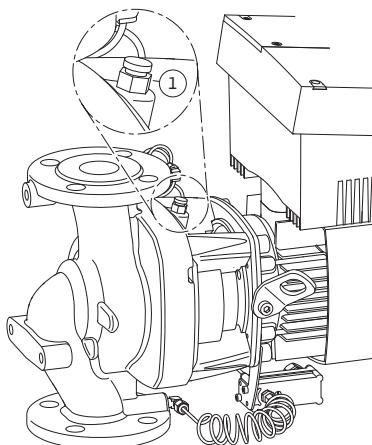

Fig. 47: Valvola di sfiato
• Sfiatare le pompe allentando le valvole di sfiato (Fig. 47, pos. 1). Un funzionamento a secco distrugge la tenuta meccanica della pompa. Il trasduttore differenza di pressione non deve essere sfiatato (pericolo di distruzione).